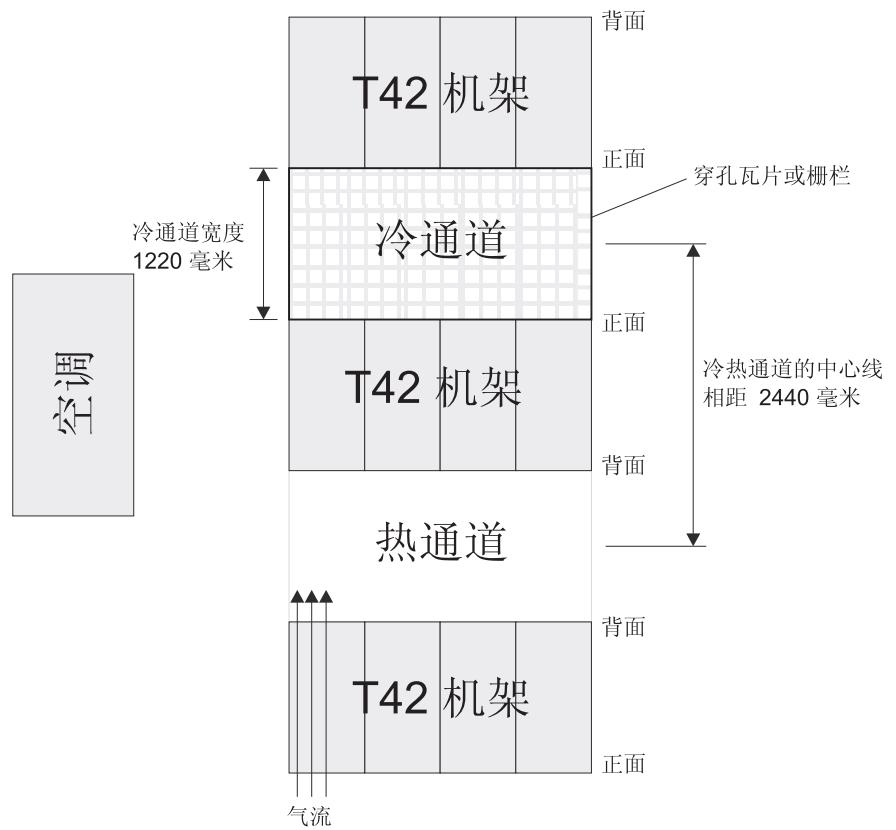

图 8. 冷通道/热通道机架配置示例
- 空气从机架正面进入，背面流出。为防止流出机架的空气进入其他设备的进风口，必须将机架隔行放置并且正面与正面相对、背面与背面相对。这种排列方式被称为冷通道/热通道，如第 18 页的图 8 中所示。